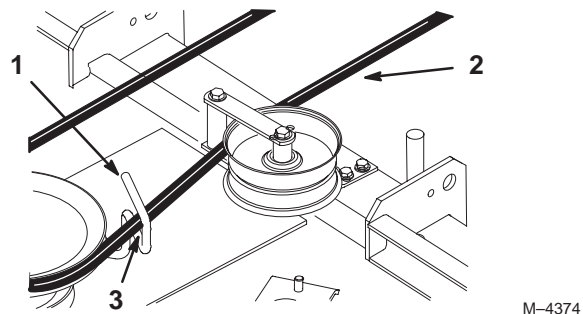

Figure 70
11. Pivotez le guide-courroie à l'arrière de la tondeuse pour l'éloigner de 3-7 mm (1/8-1/4") du côté vertical de la courroie de PdF (Fig. 70).